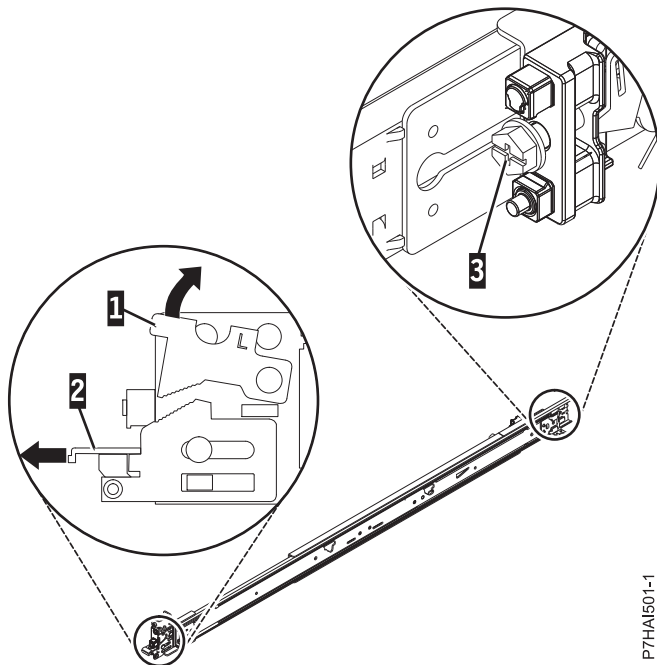

Figura 19. Apertura del pestillo frontal y extracción del tornillo posterior
2. Empuje hacia arriba la pestaña de bloqueo (1) situada en la parte frontal y extraiga el pestillo (2) de la parte frontal del riel. A continuación, extraiga el tornillo de la parte posterior del riel (3). Para obtener más de talles, consulte la Figura 19.